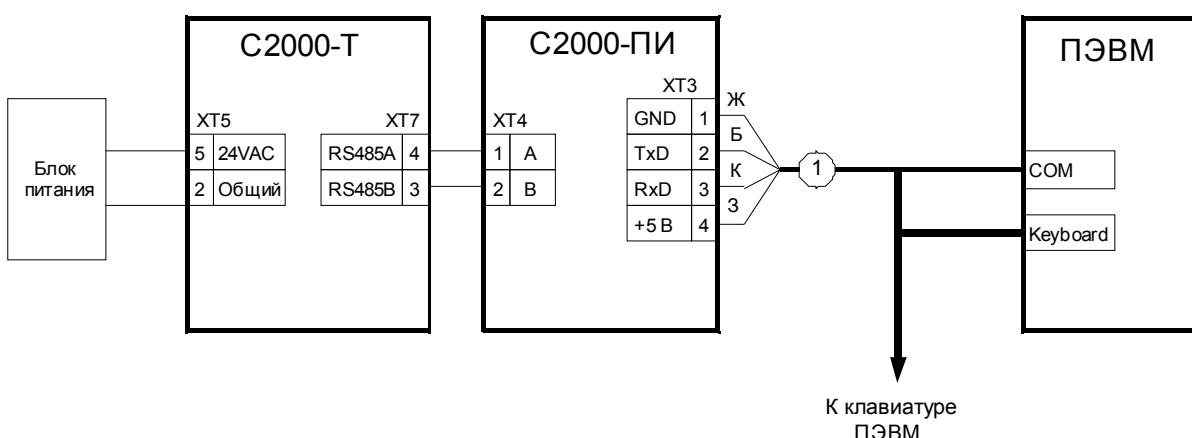

Рисунок 5.1 Схема для конфигурирования прибора
Запись в прибор программируемых параметров (конфигурирование) возможно как в составе системы, так и предварительно в лаборатории КИП инсталлятора. При конфигурировании в составе системы рекомендуется обесточить силовое оборудование. Для конфигурирования в лаборатории КИП можно использовать схему, изображенную на рис. 5.1. При конфигурировании прибора подключать датчики и исполнительные механизмы не обязательно. Прибор «С2000-Т исп.01» можно также конфигурировать с помощью кнопочной клавиатуры и ЖКИ дисплея лицевой панели (см. п. 1.4.2 в «Руководстве по Эксплуатации, часть 2» (С2000-Т исп.01 АЦДР.421243.001-01 РЭ)).
- Собрать схему согласно рис. 5.1.